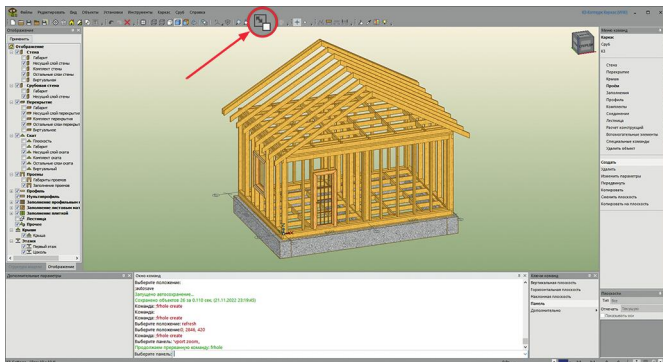

рис. 95
6. Чтобы рассмотреть сделанные построения получше, разверните текущее окно на весь экран при помощи пиктограммы . Повторное нажатие этой пиктограммы возвращает на экран все видовые окна. То, что вы увидите на экране после выполнения **Практических занятий 1–9**, показано на рис. 95.